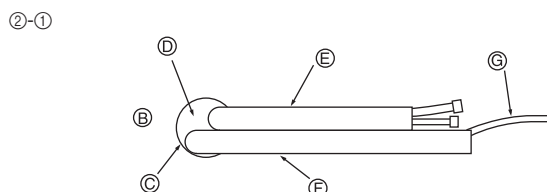

Fig. 3-5
- ②-① Para la tubería posterior izquierda, saque los tubos fuera del agujero para determinar la longitud correcta y acódelos. La unidad interior debe estar suspendida del soporte de fijación. (Fig. 3-5)